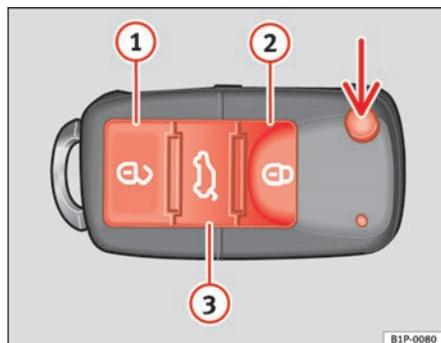

Fig. 63 Affectation des touches de la clé à radiocommande
La touche \Rightarrow fig. 63 (flèche) de la radiocommande permet de débloquer le panneton de la clé.
Déverrouillage du véhicule \Rightarrow fig. 63 ①.
Verrouillage du véhicule \Rightarrow fig. 63 ②.
Déverrouillage du hayon arrière. Appuyer sur la touche \Rightarrow fig. 63 ③ jusqu'à ce que tous les clignotants du véhicule s'allument brièvement. Après avoir appuyé sur la touche de déverrouillage \Rightarrow fig. 63 ③, vous disposez de 2 minutes pour ouvrir le coffre. Une fois ce temps écoulé, il se verrouillera de nouveau.
D'autre part, le témoin de la pile de la clé \Rightarrow fig. 63, clignotera.
En appuyant une fois sur la touche \Rightarrow fig. 63 ①, seule la porte du conducteur s'ouvrira, et les autres portes resteront fermées. \blacktriangleright
Appuyez deux fois sur la touche  ⇒ page 106, fig. 63  pour déverrouiller toutes les portes.
- Appuyez sur la touche  ⇒ page 106, fig. 63 de la radiocommande.